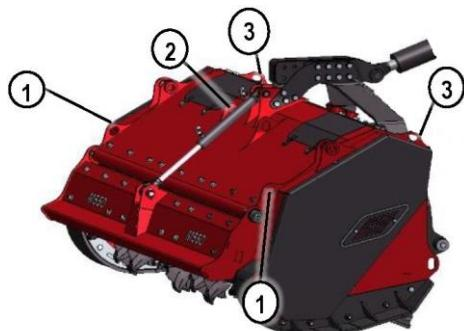

Рис. 13. Точки подвешивания
Для навешивания мульчирующей фрезы на кран можно воспользоваться проушиными (1) и (3) или проушиными (1-3) (Рис. 13), в зависимости от того, имеется ли в распоряжении подвеска с 2 или с 4 канатами.